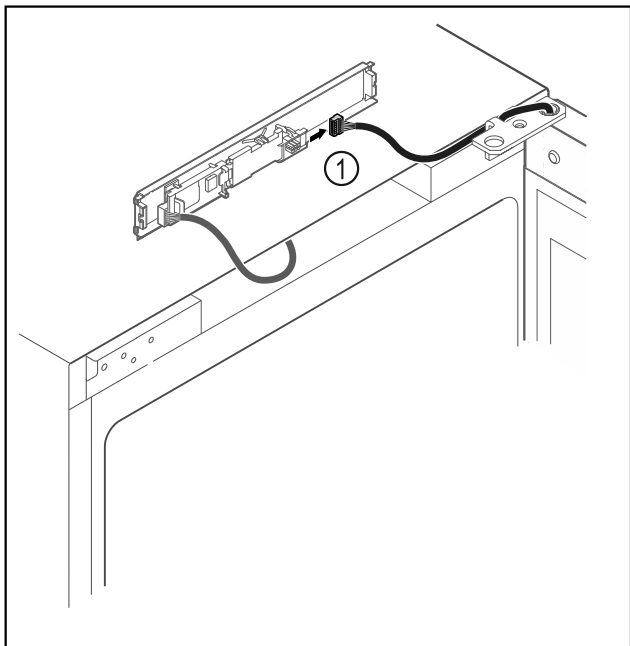

Fig. 12
- Lossa kontakten Fig. 12 (1) från kretskortet.